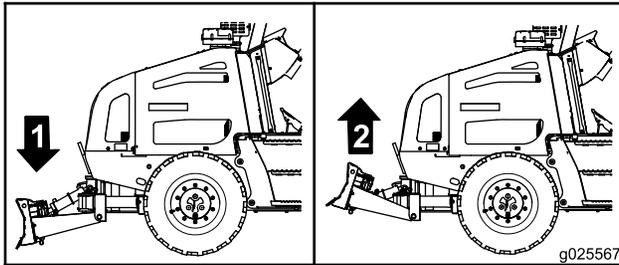

**Figure 51**
- Pour incliner la lame de remblayage vers le bas et la gauche : déplacez le levier multifonction à gauche, vers vous (Figure 48 et Figure 51).